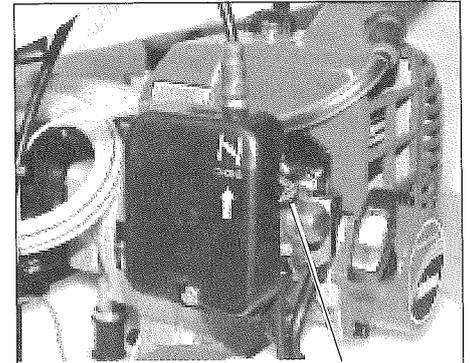

Figura 15 Obstrucción Abierta
8. Cuando el motor arranque, mueva la palanca de obstrucción a la posición "OPEN" (abierto). Si el motor se apagara después del arranque inicial, cierre la obstrucción y vuelva a arrancar. Consulte la figura 15.